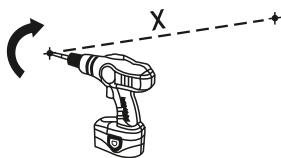
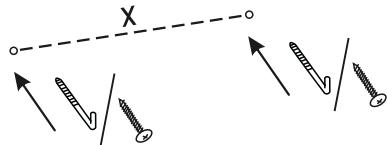
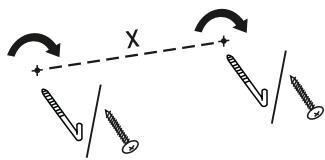

Рис. 1.3
Рис. 1.4
Рис. 1.5
3. Просверлите отверстия в стене под дюбели, которые поставляются в монтажном комплекте (Рис. 1.3). **!ВНИМАНИЕ! Монтажный комплект предназначен для твердых оснований (бетон, силикатный/керамический полнотелый кирпич). В случае иного материала стен, клиенту необходимо заменить монтажный комплект на соответствующий вид крепежа.** Вставьте в отверстия дюбели и вкрутите крепежные элементы (Рис. 1.4 и Рис. 1.5).